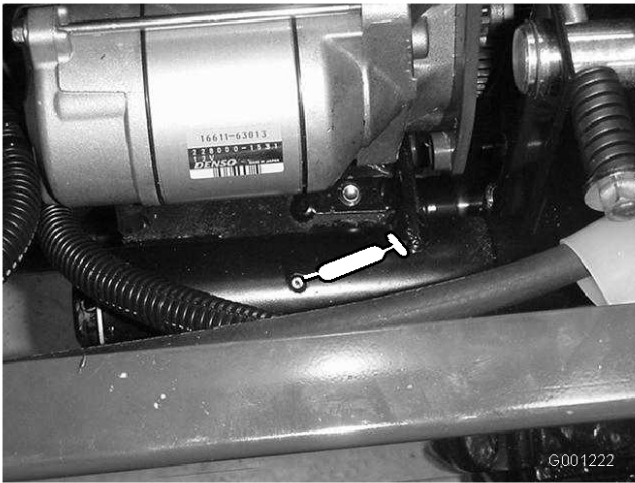

Figura 39
- Pivote tensor de la toma de fuerza (Figura 39)
- Cojinete trasero de la toma de fuerza (Figura 39)